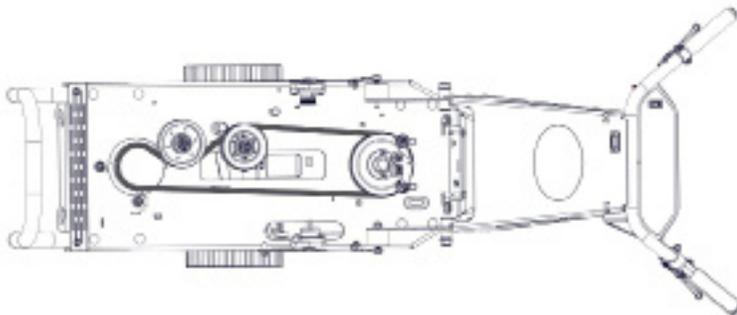

Abb. 10 Riemenkonfiguration
**Hinweis:** Siehe *Abb. 10* für die Konfiguration der Riemen.